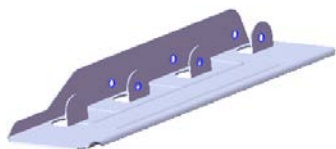
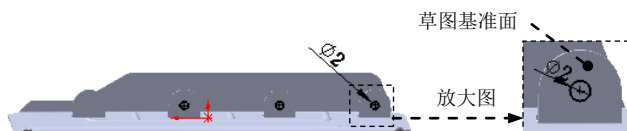

图 13.2.58 切除—拉伸 2
图 13.2.59 横断面草图
Step14. 创建图 13.2.58 所示的切除—拉伸 2。
(1) 选择命令。选择下拉菜单 **插入(I)** → **切除(C)** → **拉伸(E)...** 命令。
(2) 定义特征的横断面草图。选取图 13.2.59 所示的表面作为草图基准面，绘制图 13.2.59 所示的横断面草图。